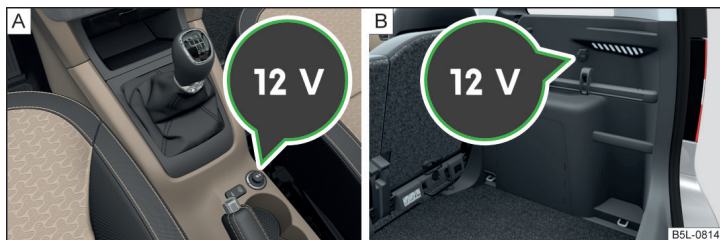

Fig. 81 Capacul prizei de 12 V: în consola centrală față / în portbagaj
- Pentru **utilizare**, scoateți capacul prizei » fig. 81 - [A] sau deschideți capacul prizei » fig. 81 - [B].